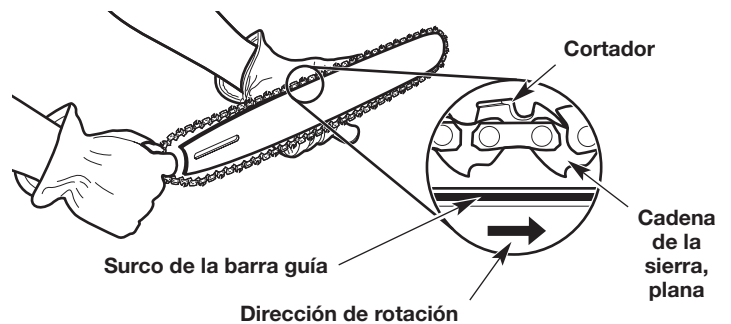
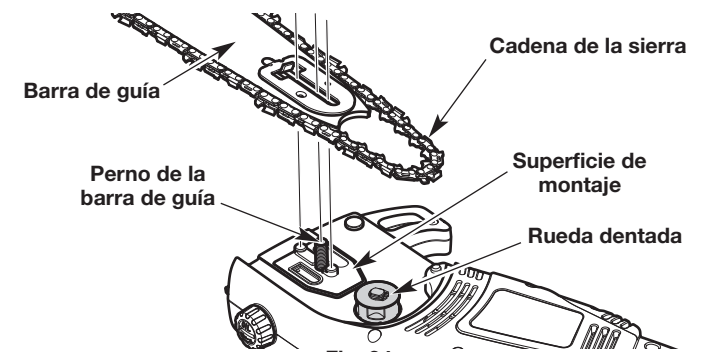

Fig. 33
Fig. 34
3. Extraiga cuidadosamente la cadena de la sierra y la barra de guía (Fig. 34).
3. Coloque la cadena de la sierra en el surco de la barra guía (Fig. 33). Compruebe que los cortadores están en la dirección correcta de rotación (Fig. 33). Mantenga un lazo de la cadena de la sierra en el extremo trasero de la barra guía (Fig. 33).
4. Mantenga la cadena de la sierra y la barra guía juntas en la posición sobre la unidad. Enganche la cadena de la sierra alrededor de la rueda dentada de impulsión e instale la barra guía sobre el perno de la barra de guía (Fig. 34). Compruebe que la barra guía esté al ras contra la superficie de montaje (Fig. 34). Compruebe que las partes planas sobre la cadena de la sierra están en los surcos de la rueda dentada de impulsión (Fig. 33).